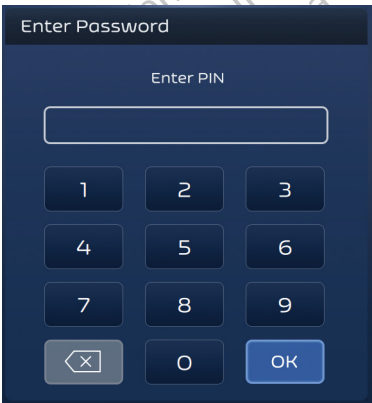

Figure 3. Écran de connexion par mot de passe initial
- 3. Une fois la séquence POST terminée, l'écran de connexion par mot de passe initial apparaît. Saisissez le mot de passe de connexion\* à l'aide du clavier, puis appuyez sur le bouton OK (voir figure 3).